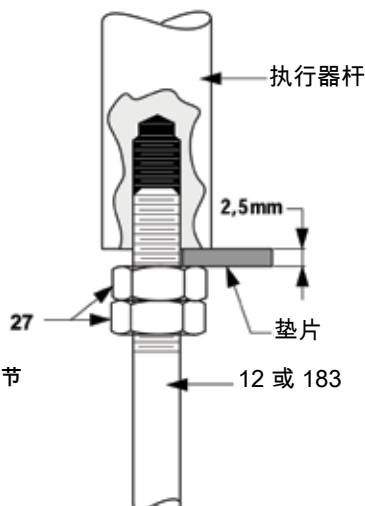

图 5 - 阀芯杆调节
- 拧紧两个螺丝 (16)。同时拧紧两个螺母 (8a)。用手拧紧两个填料法兰螺母 (8b)。
- 将一个螺母 (27) 拧到执行器杆的下部，同时在螺母和杆之间放置一个 2.5 mm 的垫片 (见图 5)。
- 在此位置安装第二个螺母 (27)，紧靠第一个螺母。拆下垫片，将阀芯杆拧入执行器杆，直到螺母接触执行器杆。用扳手锁紧螺母。